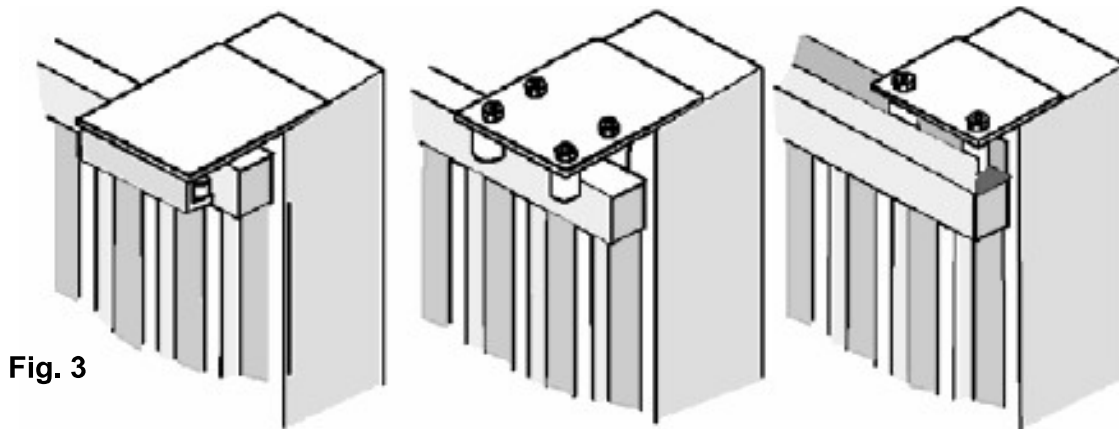

Fig. 3
- Verificar que la guía de desplazamiento superior ( **Fig. 3** ) esté fijada firmemente y que la cancela se desplace libremente.